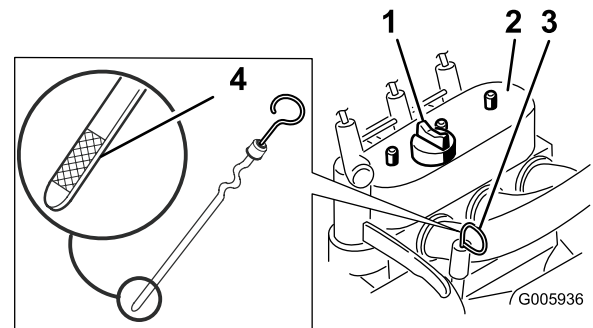

Bild 28
- Reinigen Sie den Bereich um den Ölpeilstab (Bild 28).
- Ziehen Sie den Peilstab heraus und wischen Sie das Metallende ab (Bild 28).
- Schrauben Sie den Ölpeilstab vollständig in das Peilstabrohr (Bild 28).
- Reinigen Sie bei niedrigem Ölstand den Bereich um den Ölfülldeckel und nehmen den Deckel ab (Bild 28).
11. Entfernen Sie den Ölfülldeckel (Bild 28) und gießen Sie ungefähr 80 % der angegebenen Ölmenge langsam in die Ventilabdeckung ein.